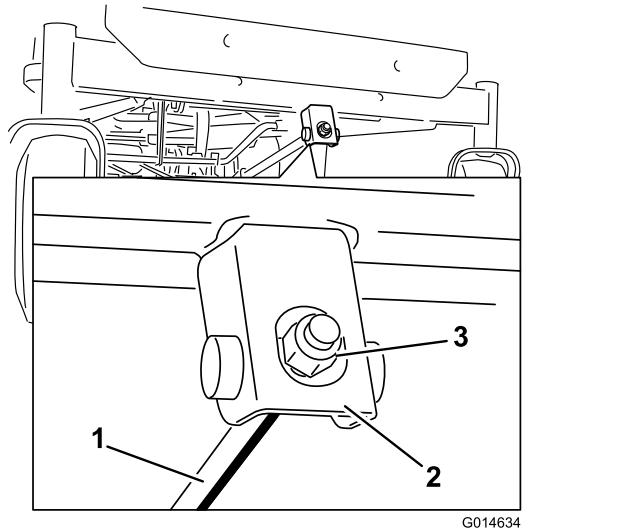

Figura 69
- A. Gire la tuerca de ajuste de la parte delantera del cortacésped (Figura 69).